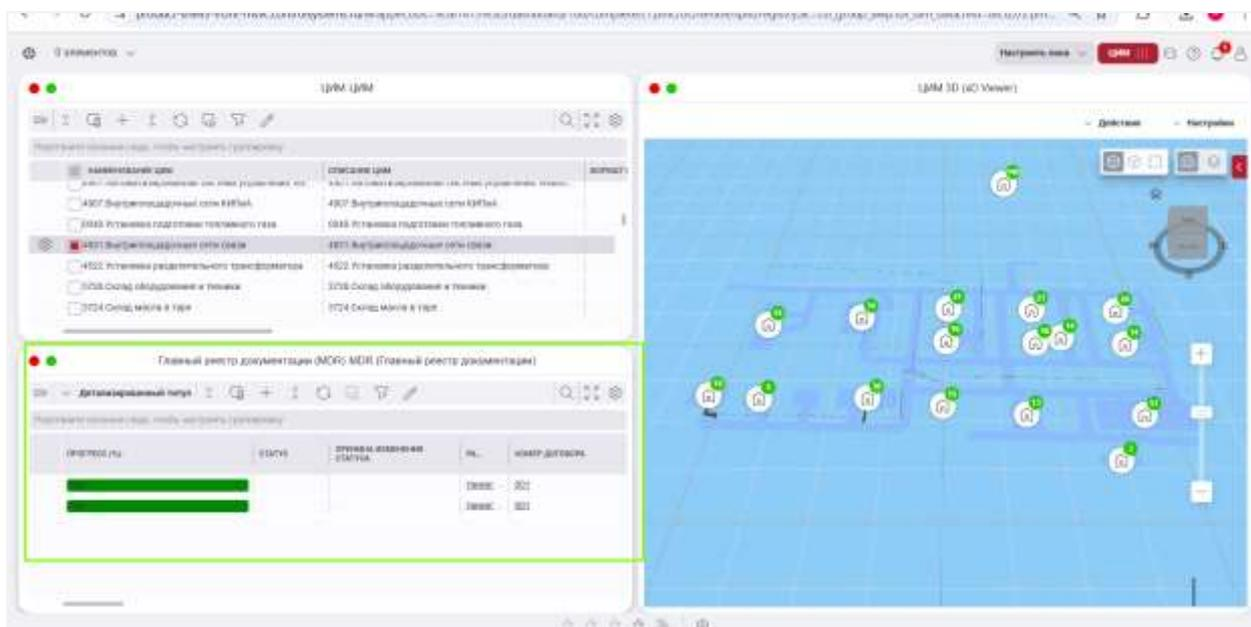

Рисунок 32. Фильтрация реестра
- 4) Выбран фильтр реестра MDR (Рисунок 32).